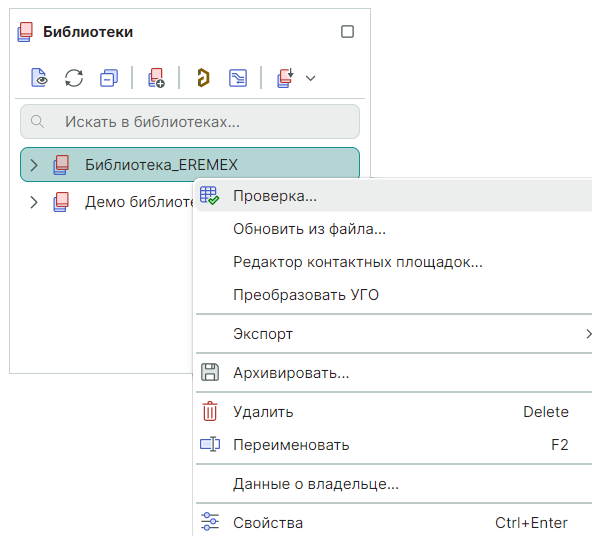

Рис. 13 Запуск проверки библиотеки
2. Из контекстного меню выберите «Проверка...», Рис. 13.